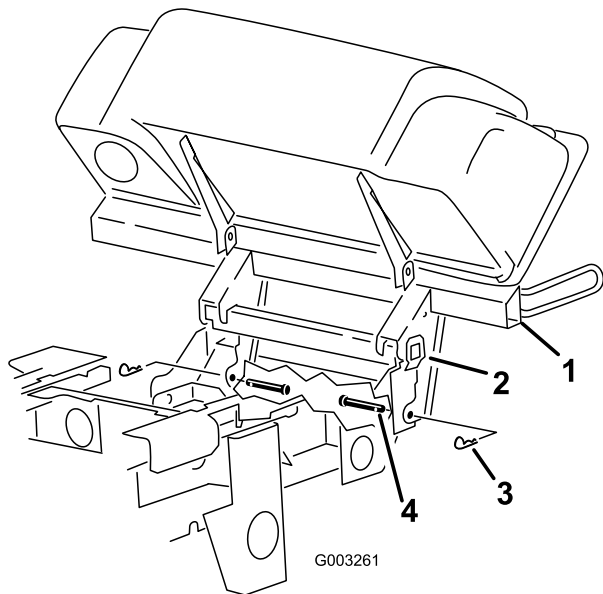

Figure 8
2. Placez les 2 axes de chape dans le couvercle et le support du système de ramassage. Fixez-les en place avec 2 goupilles fendues (Figure 8).